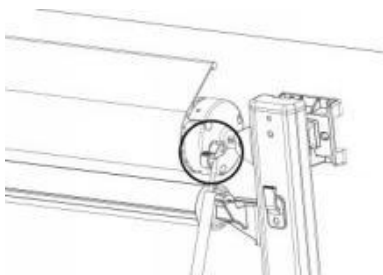

Figure D2
2. Utilizzare l'asta di trazione per ruotare delicatamente la leva a cricchetto in posizione APERTA. (Figura D2)